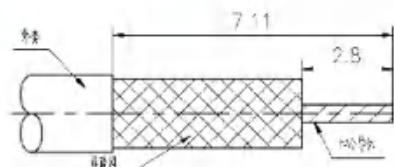

图 4.2-1
①按图 4.2-1 所示剥开电缆, 末端面必须切割干净并与电缆的轴向面垂直。切割时, 电缆不能变形。